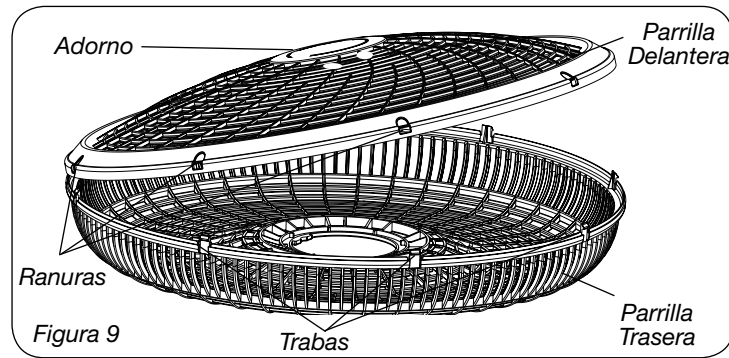

Figura 9
5. Con el cabezal del ventilador en posición vertical, alinee el Adorno de la Parrilla Delantera de modo que quede horizontal y con el lado debido hacia arriba. Empiece en la parte superior de la parrilla y siga hacia abajo, insertando las Trabas de la Parrilla Trasera en las Ranuras de la Parrilla Delantera. (**Figura 9**)